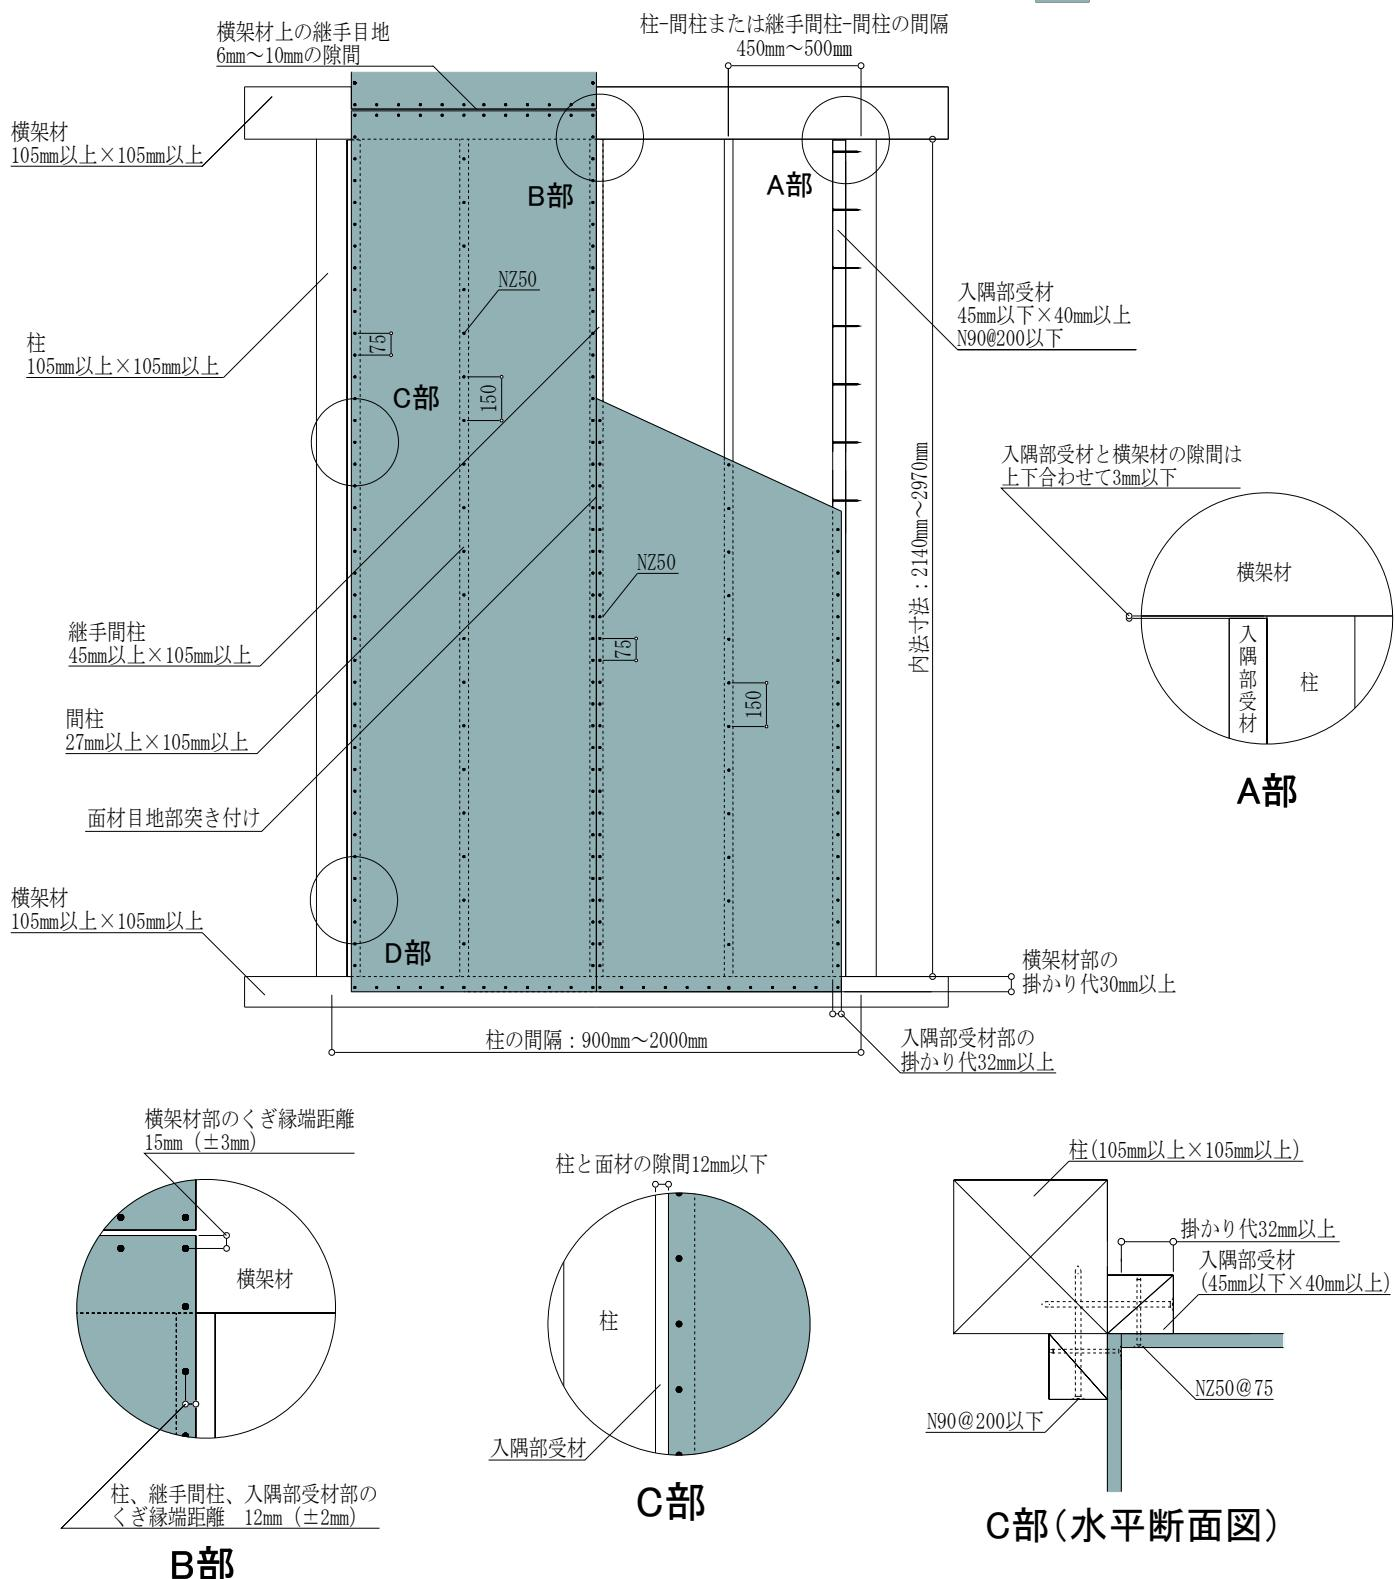

図8 入隅仕様 (FRM-0680 : 2.5倍) 施工概略図 (2Pの場合)
施工においては、図8および注意事項に記載の内容を遵守してください。
- ・タイガーEX ハイパーは、原則 1 枚張りとします。縦継ぎ張りについては、P30 「⑨縦継ぎ張りについて」をご確認ください。
- ・図 8 は 2P の施工例となっておりますが、1P の場合も耐力壁とできます。